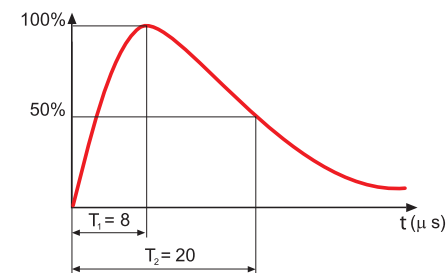

Figura 6: Forma de onda de corriente 8/20  $\mu s$
**$U_{oc}$  tensión en vacío,** que corresponde al valor de pico de la tensión en vacío del generador de prueba de tipo combinado con forma de onda 1.2/50  $\mu s$  (Figura 7), capaz de suministrar al mismo tiempo una corriente con forma de onda 8/20  $\mu s$  (Figura 6).